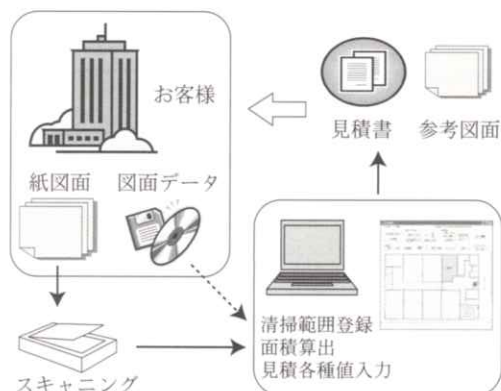

図1 見積書作成(清掃面積算出)作業の流れ
(1)紙図面をスキャンしてソフトウェア上に取り込み, または図面データを直接取り込み, そのソフトウェア上に表示した図面に清掃範囲を指示(図形化)して面積算出を行う(図1)。